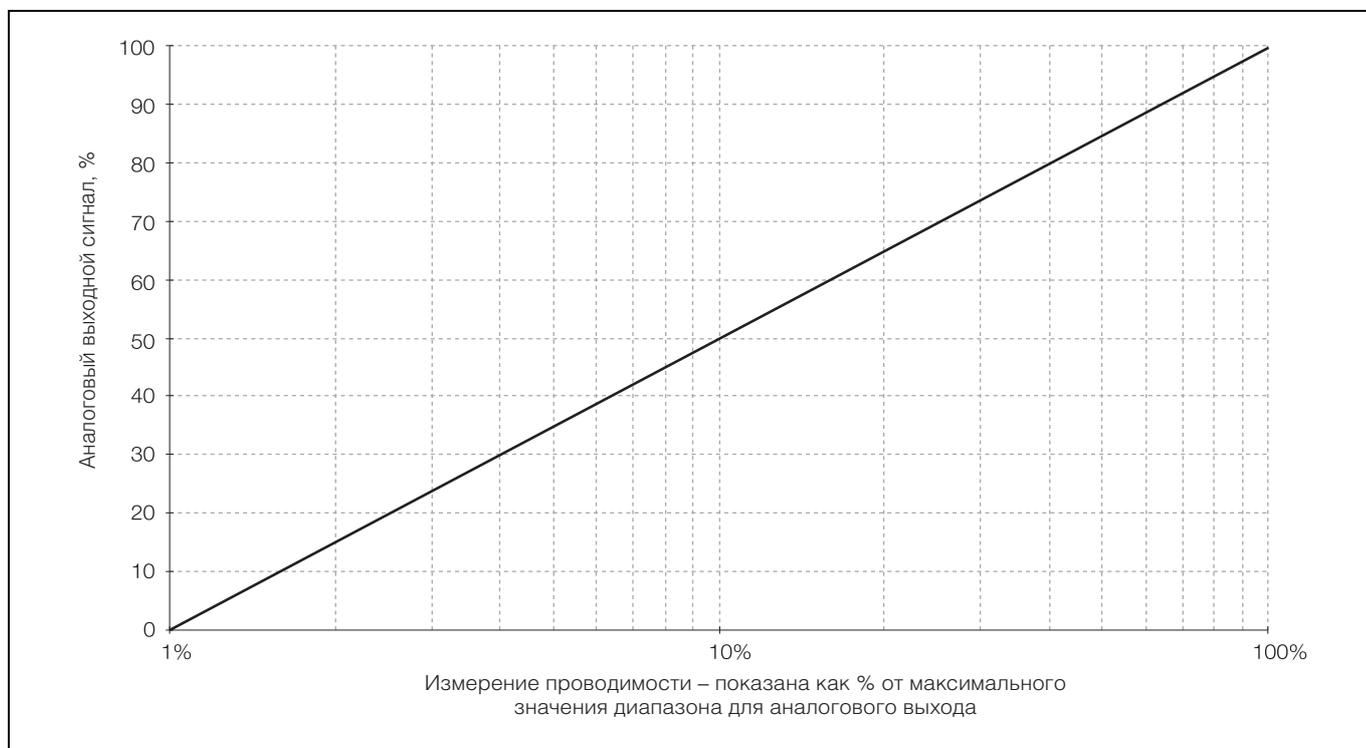

Рис. 5.7 Логарифмическая зависимость выходного сигнала (2-декадная)
- Log. 2 – Логарифмическая кривая, 2 декады – см. Рис. 5.7 на странице 39
### 5.6.2 Логарифмическая зависимость выходного сигнала (2-декадная) – Рис. 5.7